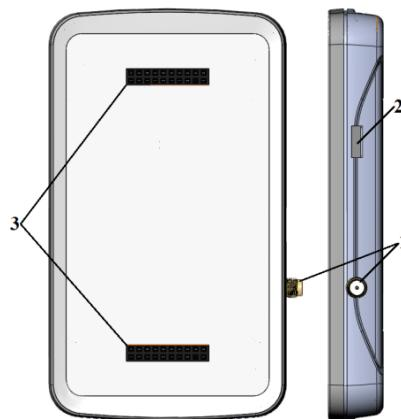
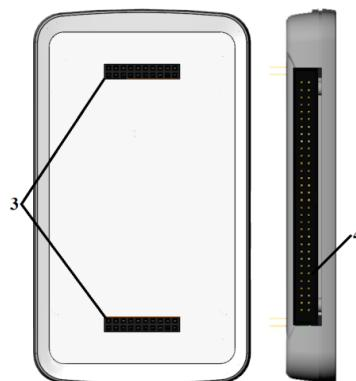

Рисунок 1. Основной блок мультиплексора EyePoint MUX\_M
Рисунок 2. Модуль мультиплексора EyePoint MUX\_S\_A
**Внешний вид и разъёмы** (Рисунок 1 и Рисунок 2):